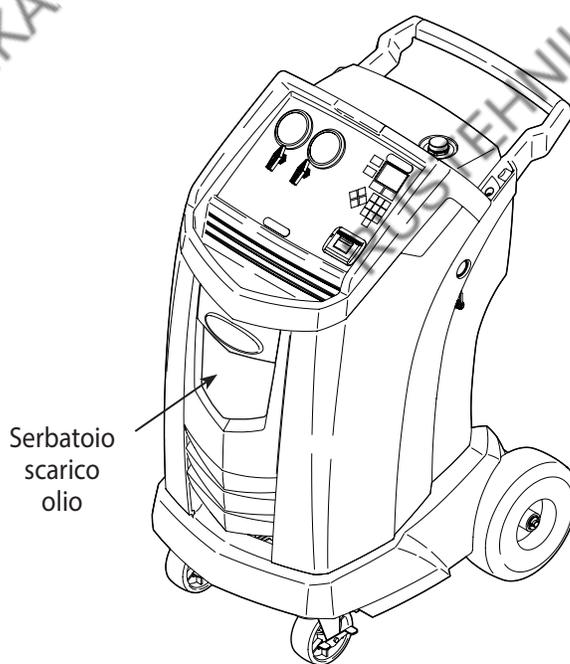

Figura 6
3. Rimuovere il serbatoio di scarico dell'olio (vedi Figura 6) dalla stazione Robinair. Svuotarlo e smaltire l'olio attenendosi alle norme di legge. Reinstallare il serbatoio di scarico dell'olio sulla stazione.